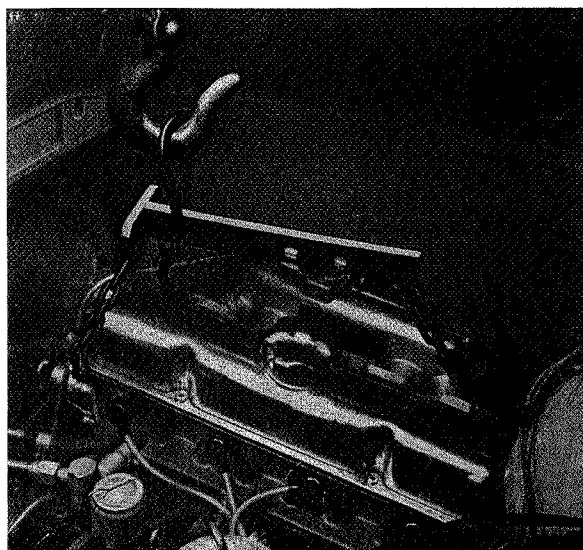

Fig. 2-10. Het uitlichten van de motor
20. Breng het gereedschap SVO 2425 aan overeenkomstig Fig. 2-10 en licht de motor eruit.
1. Breng het gereedschap SVO 2425 aan overeenkomstig Fig. 2-10.
9. Stel de koppelingsspel af overeenkomstig Deel 4 (41) „Het afstellen van de koppelingsspel”.